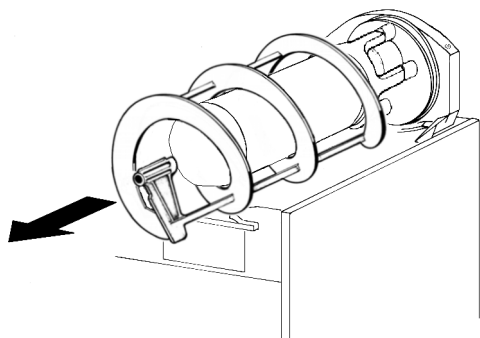

**figure 8**
- 2** Démontez le réservoir en poussant légèrement sa partie inférieure (côté robinet) vers le haut pour en libérer les crochets inférieurs (voir figure 8) et en le faisant ensuite glisser par